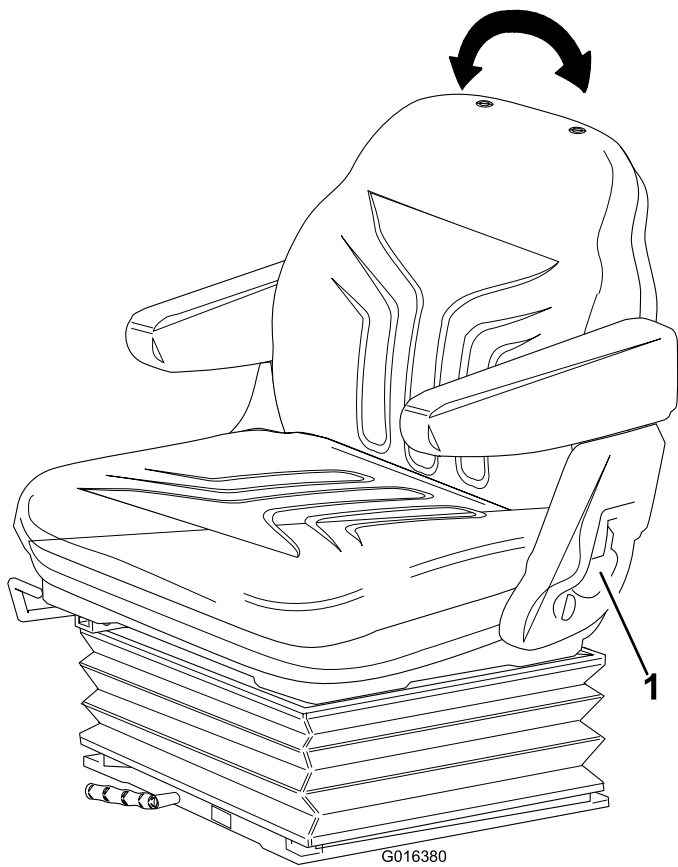

Bild 15
- **Rückenlehneinstellung:** Ziehen Sie den Griff nach außen, um den Winkel der Rückenlehne anzupassen. Lassen Sie den Griff los, damit die Rückenlehne in der gewünschten Stellung einrastet (Bild 15).